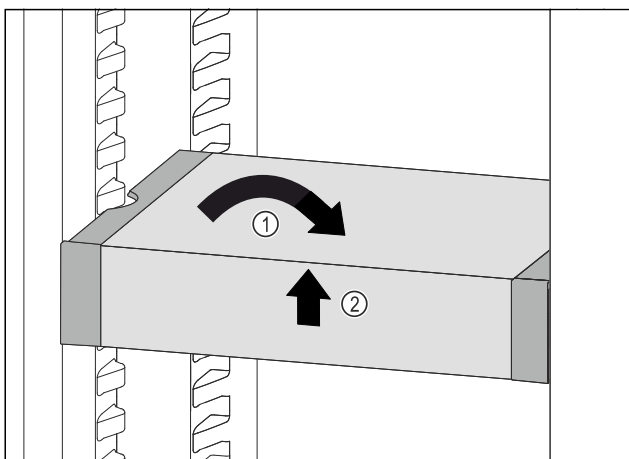

Fig. 110
- ▶ Изправете VarioSafe. Fig. 110 (1)
- ▶ Повдигнете VarioSafe отпред. Fig. 110 (2)